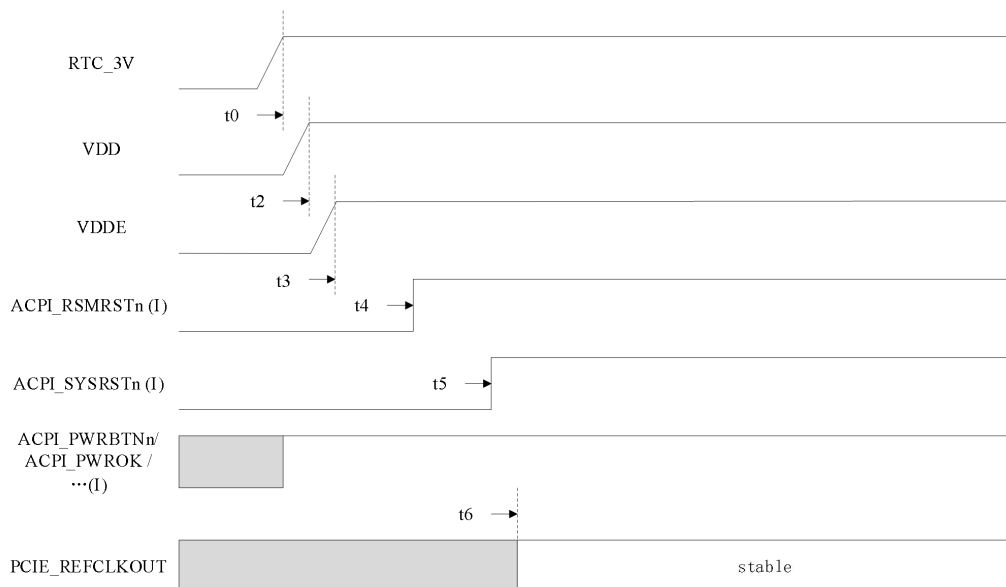

图 6-5 不使能 ACPI 功能时的冷启动上电时序（RTC 掉电）
6. 表 6-8 对时序的描述对应图 6-5，与上述注解不一致的描述以上述注解为准